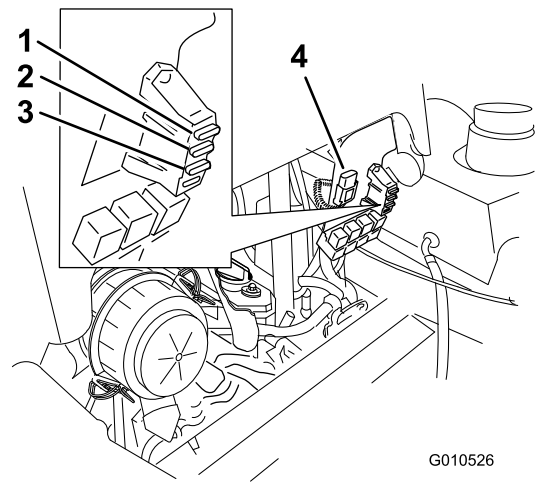

Figura 57
2. Para cambiar un fusible, tire del fusible para retirarlo (Figura 57).